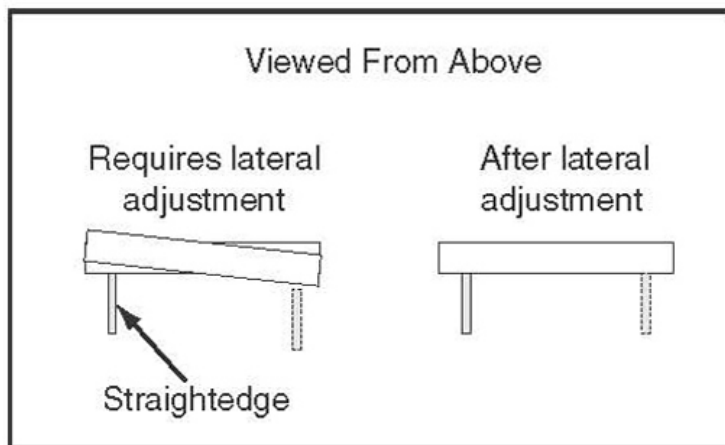

Рисунок 59 До и после бокового выравнивания маховиков (колес).
- Если колеса не выровнены, требуется их боковая регулировка (см. рис. 59); переходите к шагу 4.
6. Вращайте левый и правый регулировочные болты до тех пор, пока нижний маховик (колесо) не окажется на одной плоскости с верхним маховиком (колесом), см. рис. 59.